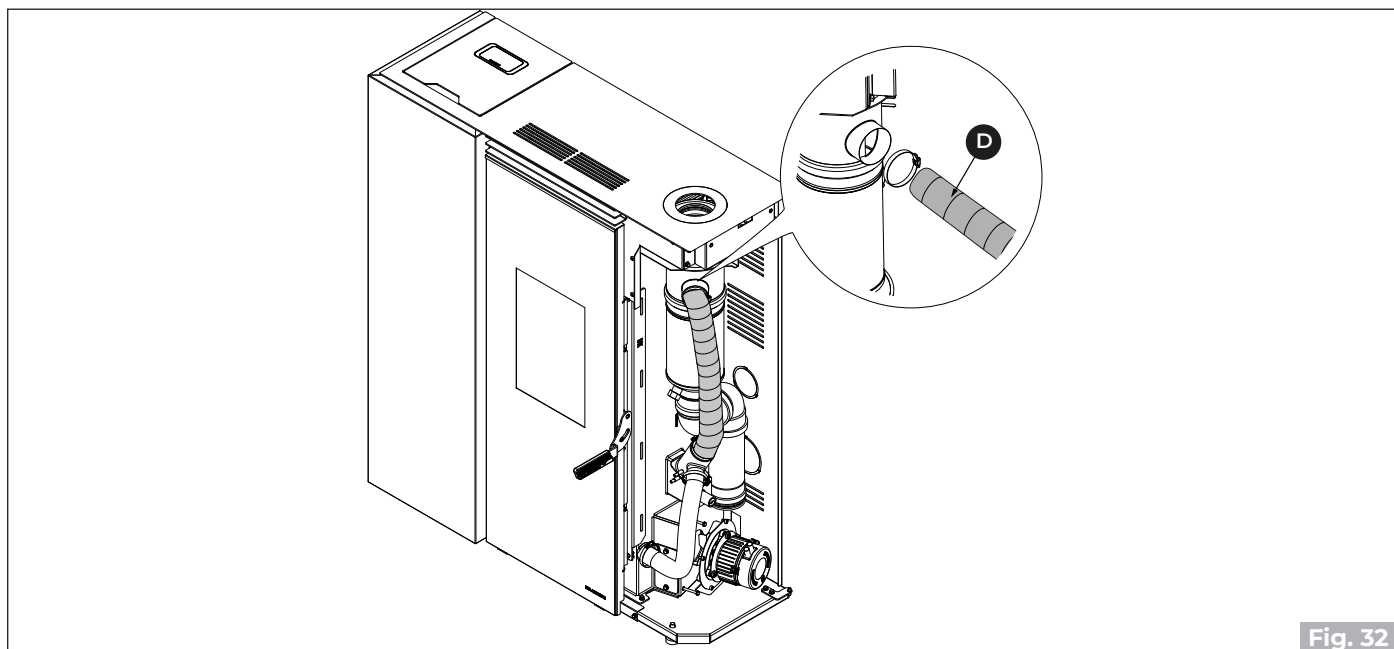

Fig. 32
- Odklopite cev za zgorevalni zrak **(D)** v zgornjem delu ("Fig. 32").